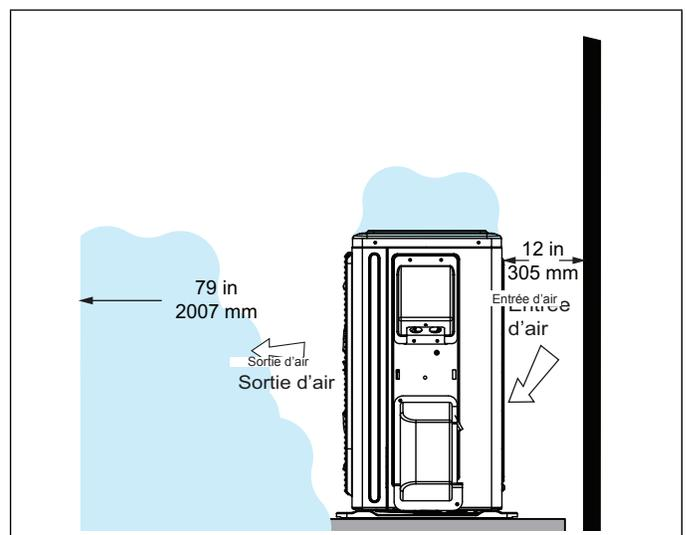

Figure 13. Débit d'air d'une unité extérieure obstrué par de la neige
- Dans certaines régions fortement enneigées, ne pas placer l'unité là où la neige peut s'accumuler comme illustré à la «Figure 13. Débit d'air d'une unité extérieure obstrué par de la neige».